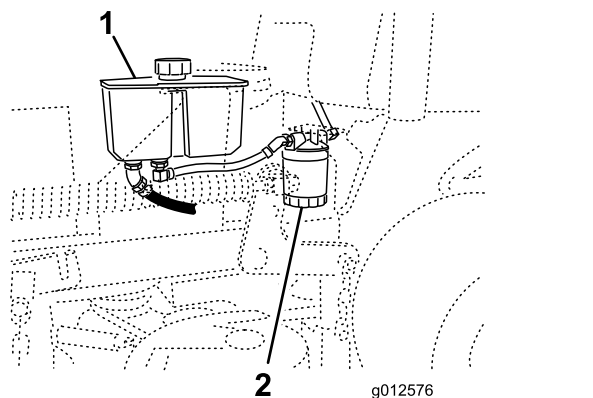

Figura 70
3. Localize o filtro e coloque um recipiente sob o filtro (Figura 70).